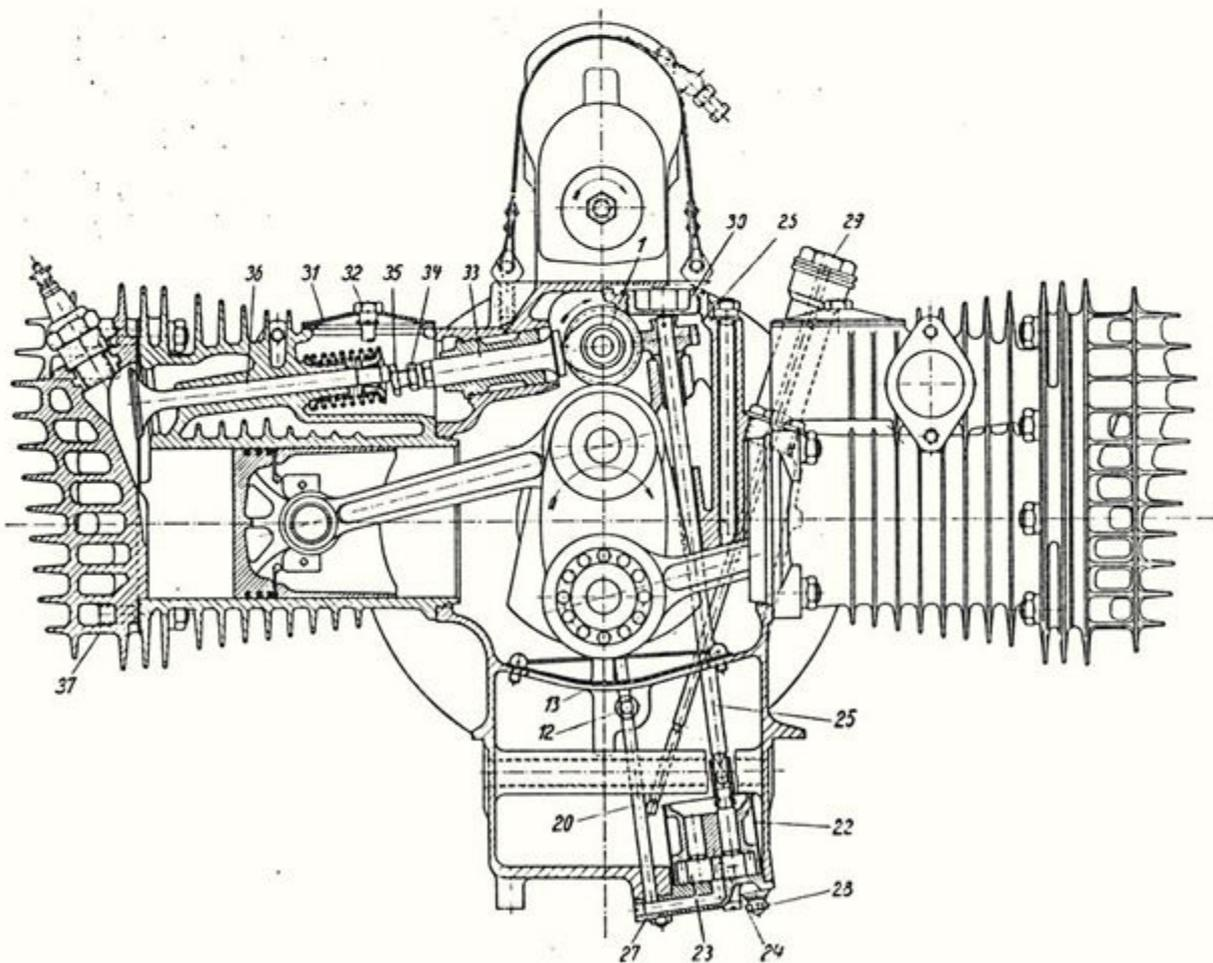

Abb. 36 Tourenmotor mit teilweiseem Querschnitt durch die Zylindermittle
**Wichtig! Vor Auseinandernehmen der Motorgehäusehälften zuerst Verschlussschraube 30 entfernen, dann Antriebswelle 25 mit Schneckenrad 26 mittels Flachzange herausziehen (Abb. 36).**